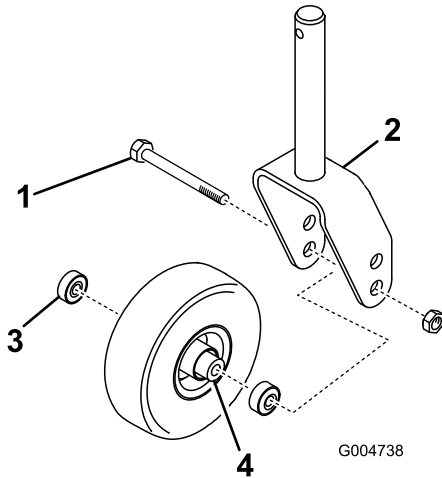

Figura 136
1. Retire a porca de bloqueio do parafuso que fixa o conjunto da roda giratória entre a forquilha da roda giratória ou o braço articulado da roda giratória (**Figura 136**).
2. Fixe a roda giratória e retire o parafuso da forquilha ou do braço articulado (**Figura 136**).
3. Retire o rolamento do cubo da roda e deixe cair o espaçador do rolamento para fora (**Figura 136**).
4. Retire o rolamento do lado oposto ao do cubo da roda (**Figura 136**).